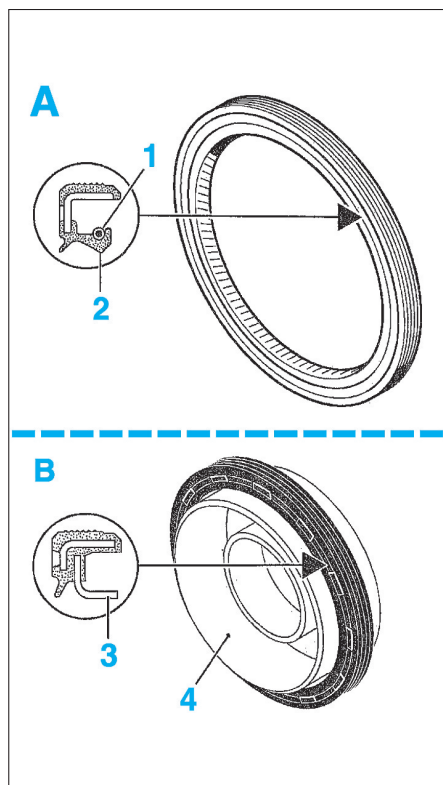

Fig. 80
- Monter une bague d'étanchéité neuve en bout d'arbre à cames (Fig.80).